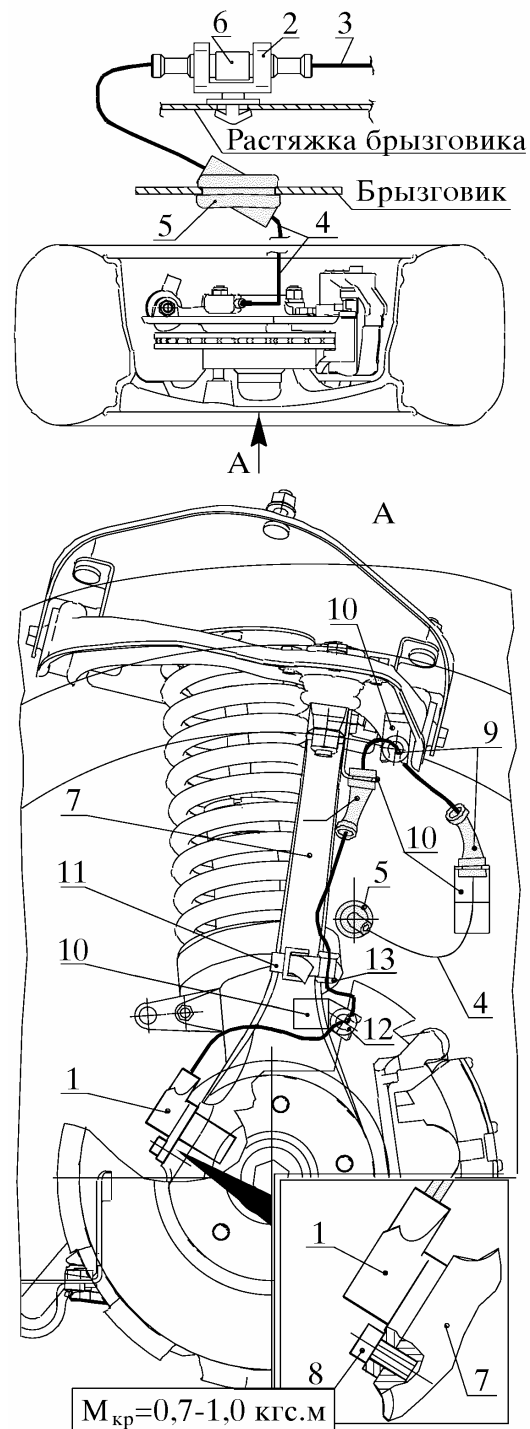

Рис. 7. Замена левого (правого) переднего колесного датчика:
6.1. Снять неисправный передний левый колесный датчик 1 (рис. 7) с проводом в сборе
3) колодку 6 (см. рис. 7) проводов 3, 4 соединить до ее фиксации;